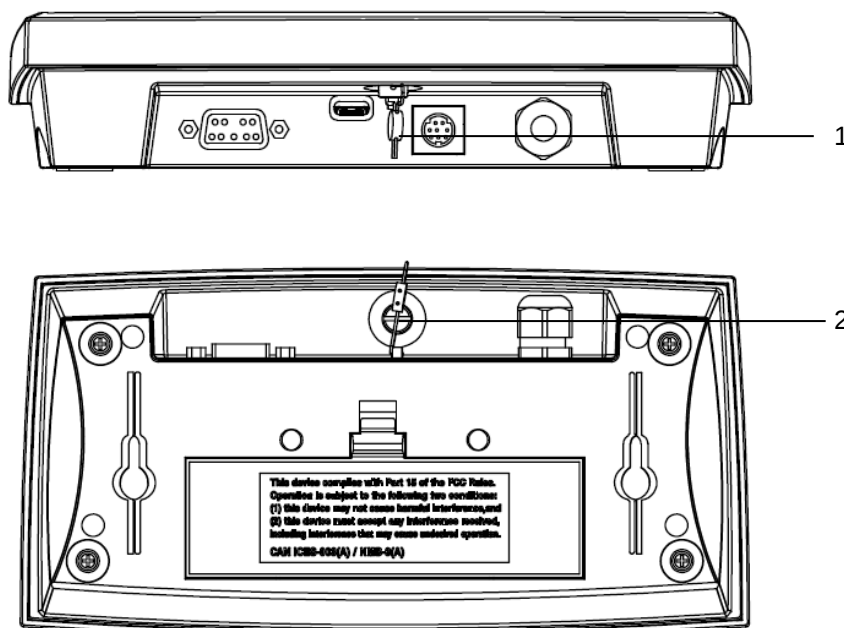

Abbildung 5-3 Defender 2500 Drahtversiegelung
- Drahtversiegelung: Ersetzen Sie die Senkschraube durch eine Ösenschraube, die Sie in der Verpackung finden. Führen Sie anschließend einen Plombendraht durch den Schraubenkopf und befestigen Sie unten am Gehäuse wie in Abb. 5-3 ein Daueretikett.